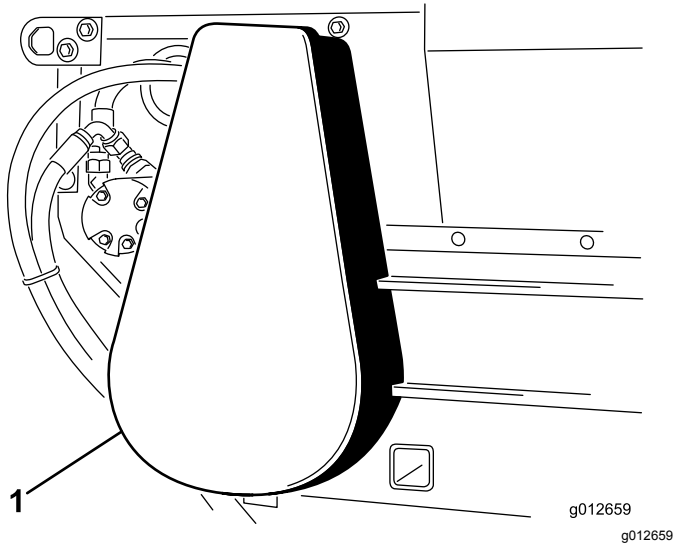

Figura 23
1. Rimuovete la copertura della catena (Figura 23).